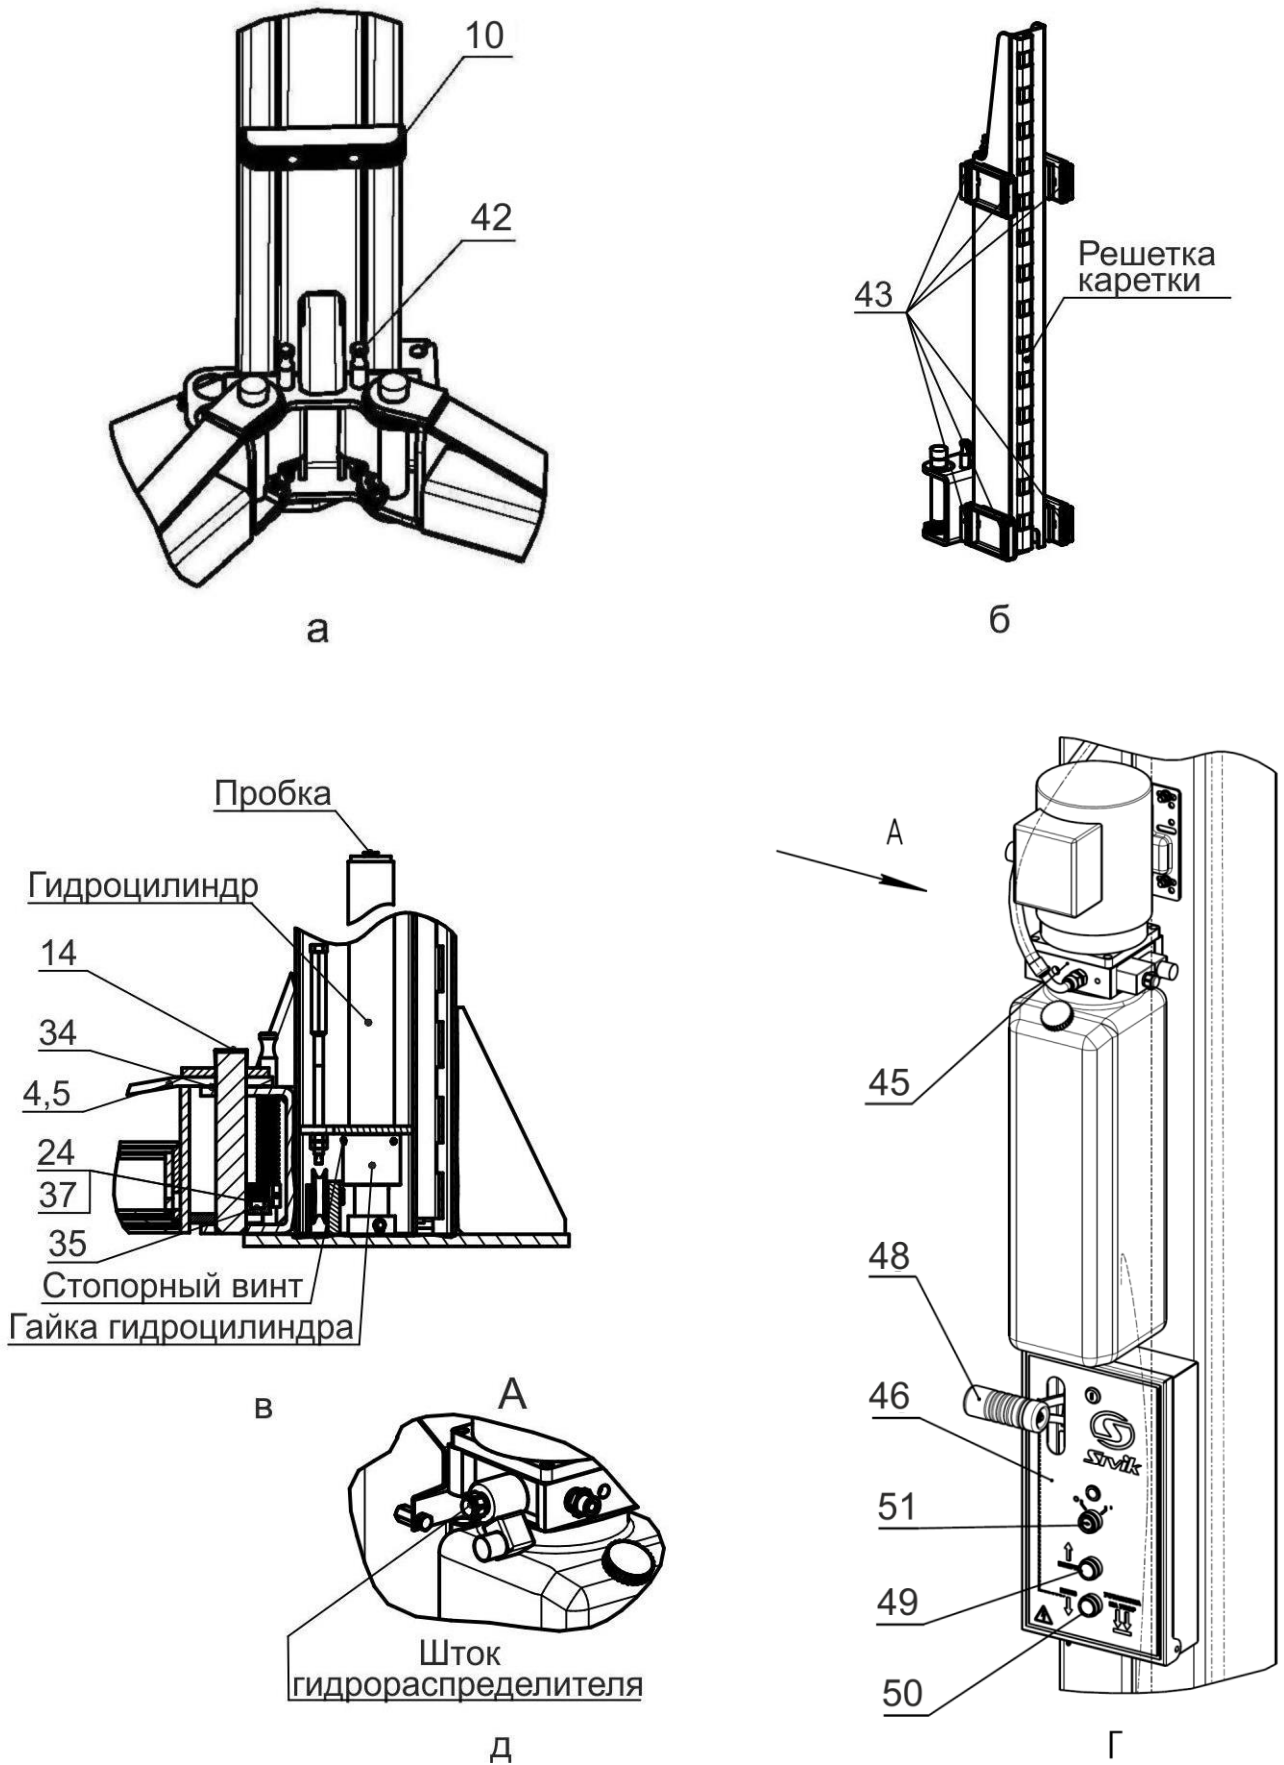
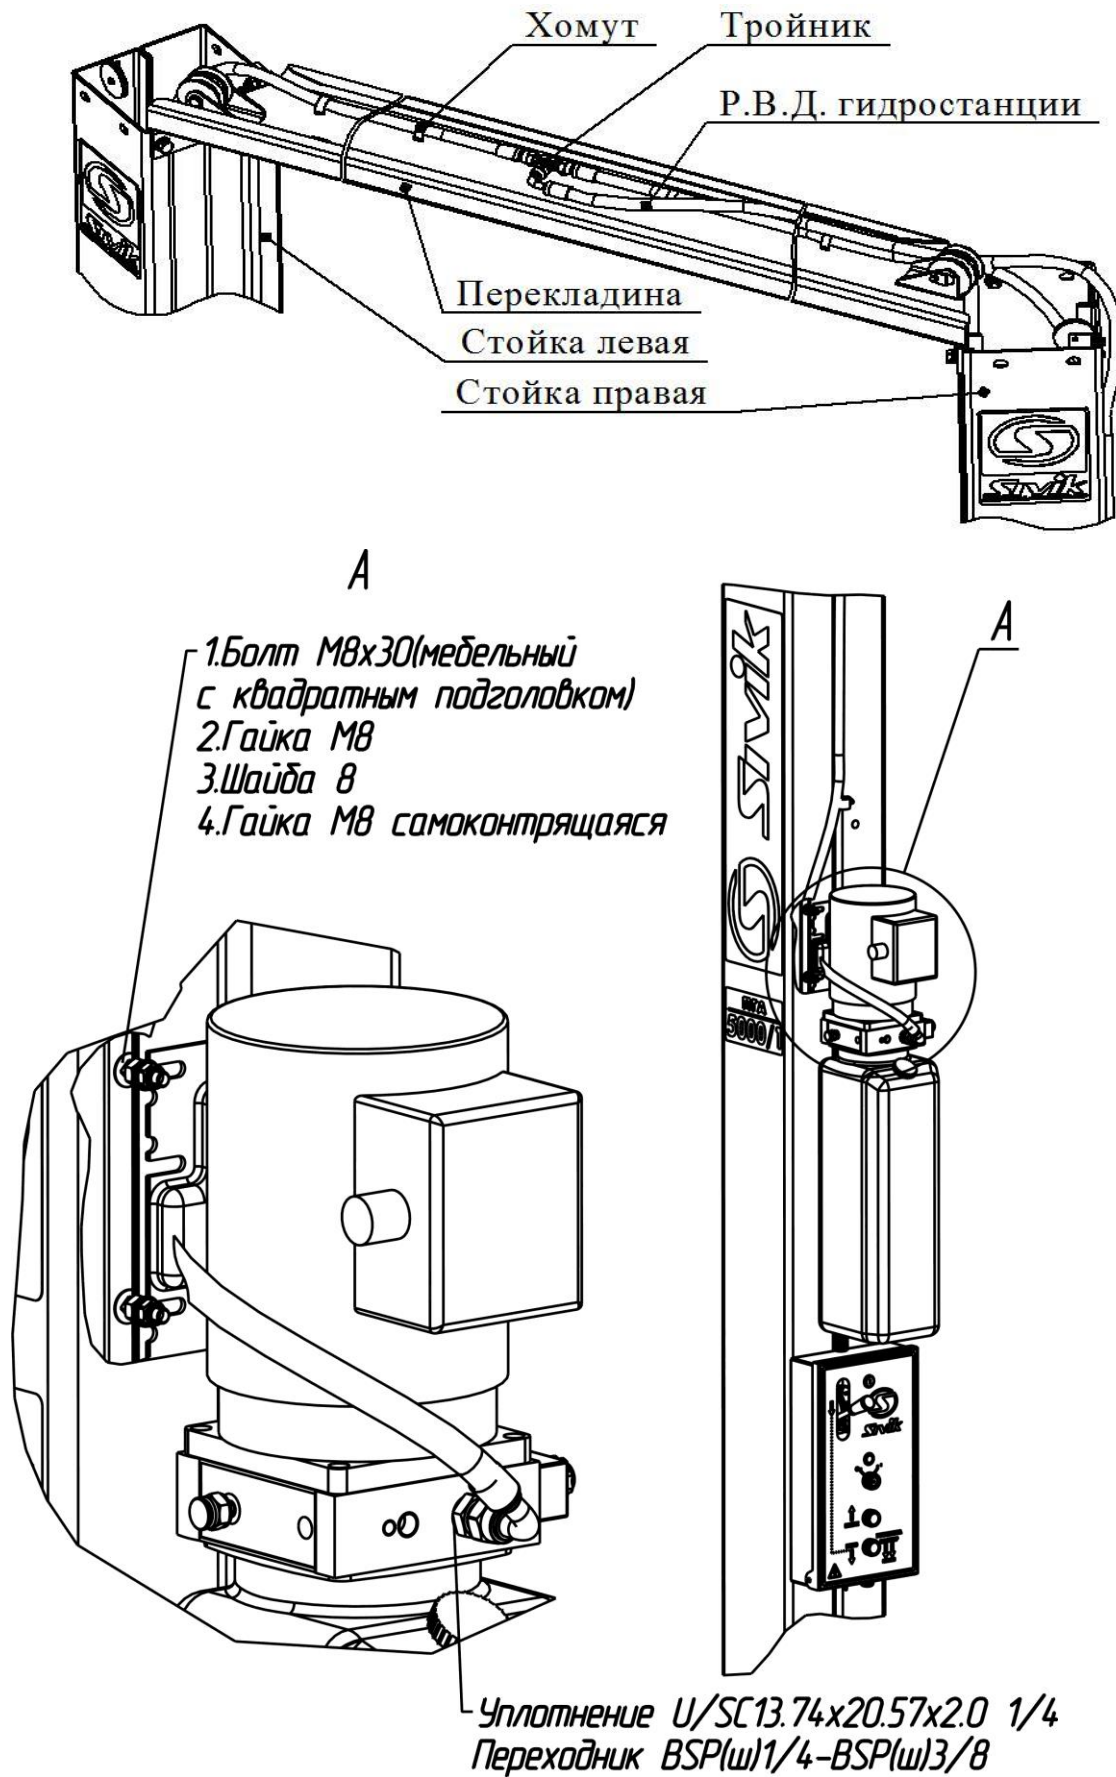

Рисунок 4.1
Рисунок 6.4 – Соединение рукава высокого давления и монтаж гидростанции
Подъемник (рисунок 3.1) состоит из двух стоек коробчатого сечения -правой 1 и левой 2, соединенных между собой перекладиной 3. В стойках размещены каретки 63 с закрепленными на них поворотными телескопическими подхватами 4 и 5 разной длины. На концах подхватов 4, 5 установлены опоры 7, подставки опоры 8, 9. Подхваты фиксируются стопорными устройствами 42 (рисунок 4.1 а), автоматически срабатывающими при подъеме автомобиля. При опускании кареток 63 в крайнее нижнее положение происходит автоматическое расстопорение подхватов 4 и 5. Каретки 63 приводятся в движение гидравлическими цилиндрами, установленными внутри стоек. Подъемник снабжен системой 62 тросовой синхронизации движения кареток 63.
Каждая каретка 63 (рисунок 4.1 б) снабжена полиамидными ползунами 43, скользящими по беговым дорожкам стоек 1 и 2. Каретки фиксируются на требуемой высоте стопорами-защелками 44 (рисунок 6.4), закрепленными на стойках 1,2 и входящими в зацепление с решетками на каретках 63.
На правой стойке (рисунок 4.1 г) размещена насосная станция 45 с пультом управления 46. Внутри насосной станции 45 находится клапан предохранительный, предотвращающий перегрузку в гидросистеме. Клапан предохранительный настроен на заданное давление и опломбирован.
Для предотвращения повреждения дверей автомобиля (при открывании) на каретки 63 установлены накладки 10, фиксируемые винтами М8х35 и шайбами 8 (рисунок 3.1 и рисунок 4.1 а).
Управление подъемником осуществляется рычагом 48 (рисунок 4.1 г) и двумя кнопками 49 и 50, установленными в пульте управления 46. Рычагом 48 осуществляется расстопорение кареток 63, а кнопками 49 и 50, подъем (кнопка 49) и опускание (кнопка 50) кареток 63.
ВНИМАНИЕ! Перед сборкой проверить затяжку гаек гидроцилиндров и стопорных винтов (рисунок 4.1в).
6.5 Рукава высокого давления (Р.В.Д.) соединить между собой при помощи тройника, как представлено на рисунке 6.4. При затяжки гаек не допускается скручивание рукавов. Тройник должен располагаться горизонтально так, чтобы Р.В.Д. не касались тросов системы синхронизации. Рукава высокого давления зафиксировать на перекладине хомутами обжимными, болтами М6х20 (с квадратным подголовком), гайками М6 (самоконтрящиеся). Гидростанцию закрепить на правой стойке над пультом управления с помощью 4-х болтов М8 (с квадратным подголовком), гаек М8, шайб 8 и гаек М8 (самоконтрящиеся) (рисунок 6.4).
Для того чтобы проверить срабатывание упругой тяги 55, необходимо одному человеку прижать рукой защелку 44 к стойке 2, а другому повернуть рычаг 48 (рисунок 4.1 г) на себя. Упругая тяга 55 должна вытянуться на полный ход штока 30.
При повороте рычага 48 (рисунок 4.1 г) защелки на левой и правой стойки должны срабатывать одновременно. При отпускании рычага 48, защелки на левой и правой стойке должны вернуться в исходное положение. Регулировка проводится выборкой слабины тросика 52 и обжатием петли от вытягивания зажимом 13.
6.9 Открутить пробку бака насосной станции 45 и залить масло (около 12 л) до верхней метки «МАХ» (рисунок 4.1г). Уровень масла контролировать визуально. Установить пробку бака на место.
- кратковременным нажатием на кнопку 49 (двигатель должен работать, вращение крыльчатки по стрелке на кожухе эл. двигателя, а из бака должно убывать масло, рисунок 4.1г).
- отвернуть пробки у каждого гидроцилиндра на один оборот (рисунок 4.1в)